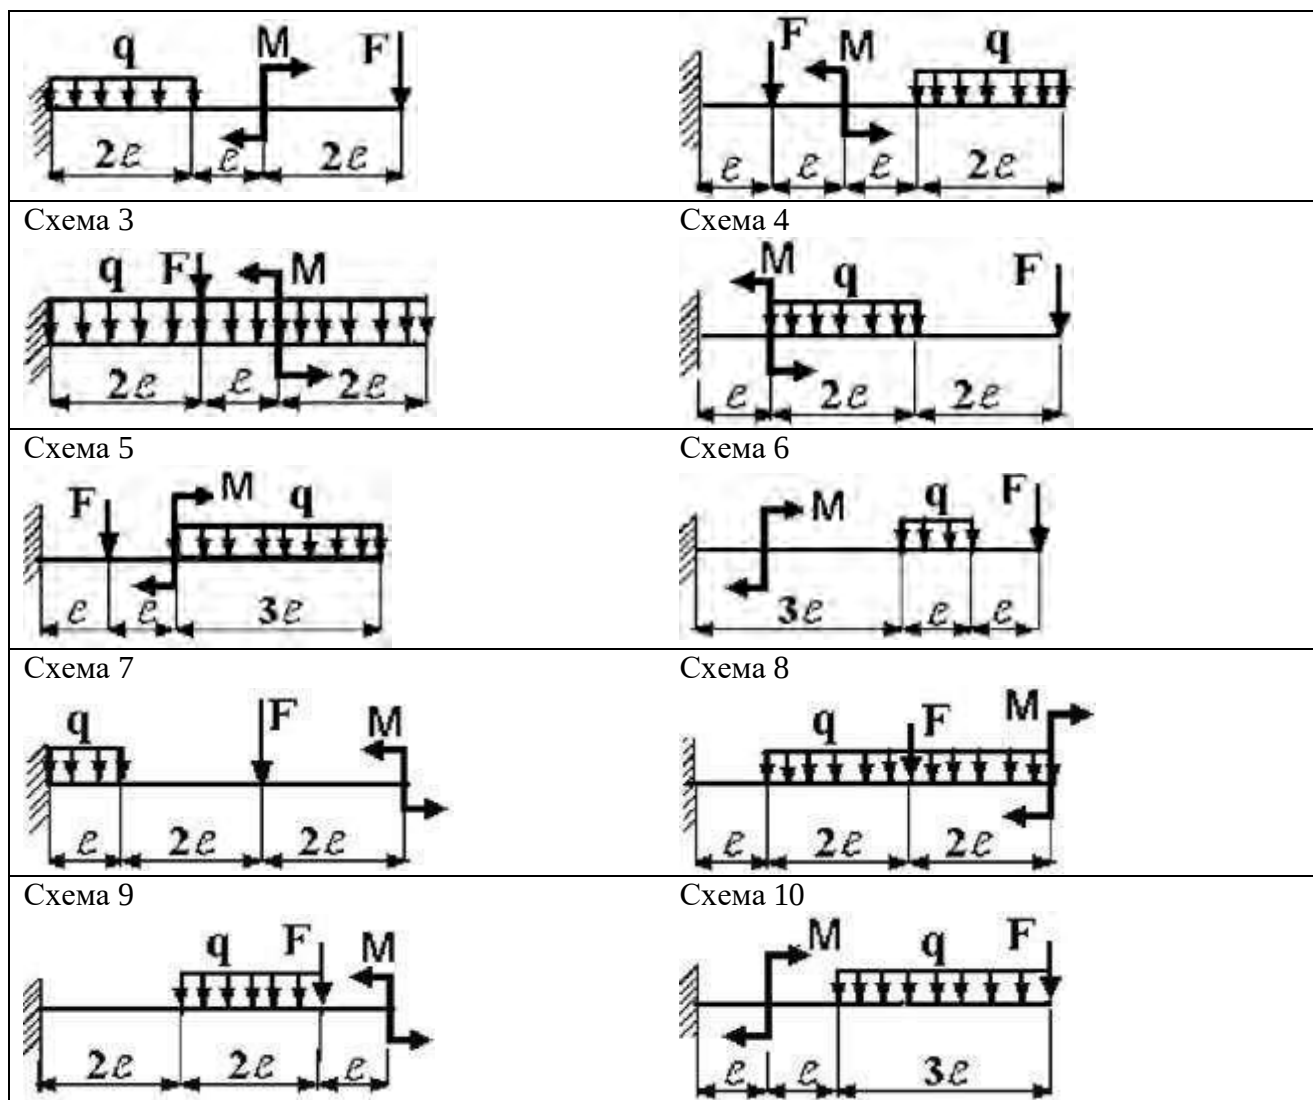

Рис. 12.2
**Задача 12.2.** Для заданной консольной балки (рис. 12.2) при указанных на схеме нагрузках и размерах требуется: